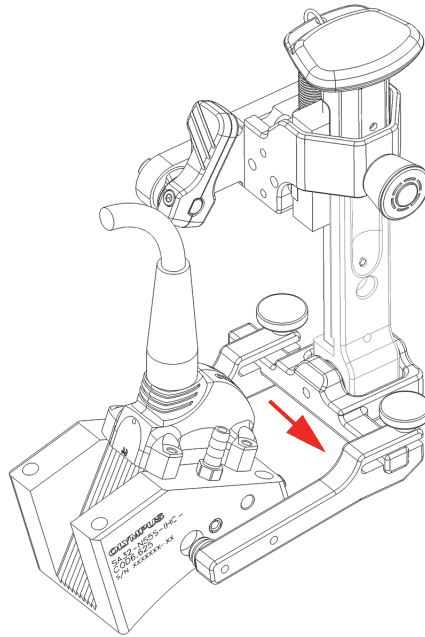

Figura 2-18 Deslizamento do braço de garfo
1. Solte o parafuso de aperto manual do braço da forquilha e, em seguida, deslize um dos braços do garfo para fora até a ponta da viga de articulação do garfo (Figura 2-18 na página 49).